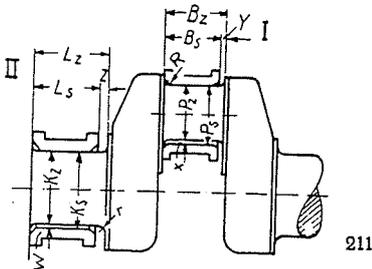

Bild 211 Erklärungen zum Pleuell- und zum Kurbelwellenlager
16) Die in der Tabelle benutzten Bezeichnungen für die Abmessungen der Lager und Kurbelwelle sind im Bild 211 erläutert.